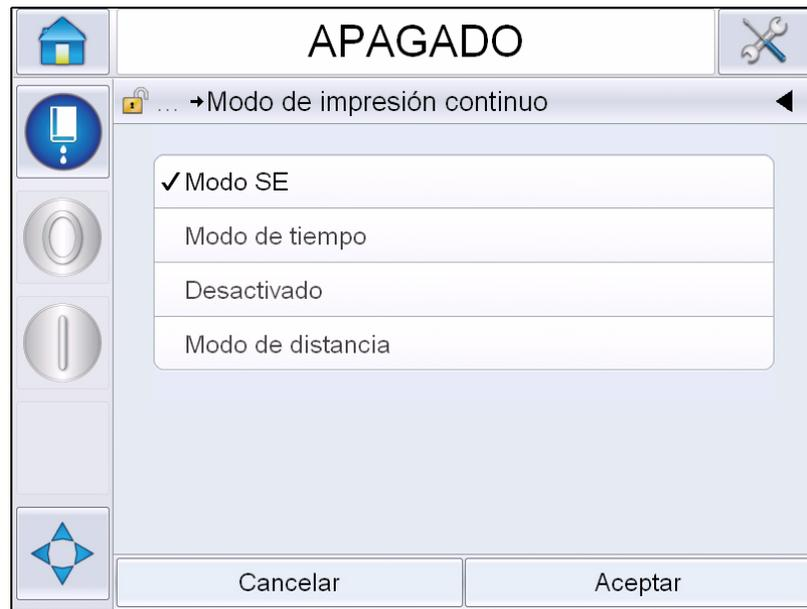

Figura 4-25: Cuadro de diálogo Continuous Print (Impresión continua)
- 1 Seleccione *Continuous Print (Impresión continua)* desde el menú *Print Trigger (Activador de impresión)*. Aparecerá el cuadro de diálogo *Impresión continua* (consulte la Figura 4-25).